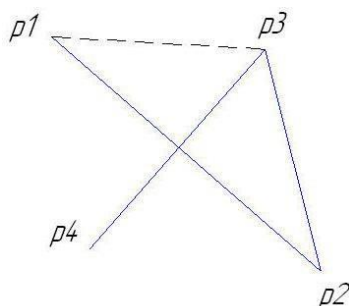

Рис. 3.
**Задание 1:** Постройте следующие отрезки и обозначьте (подпишите) точки (рис. 3):
В итоге ваших действий должно получиться примерно следующее (рис. 3):